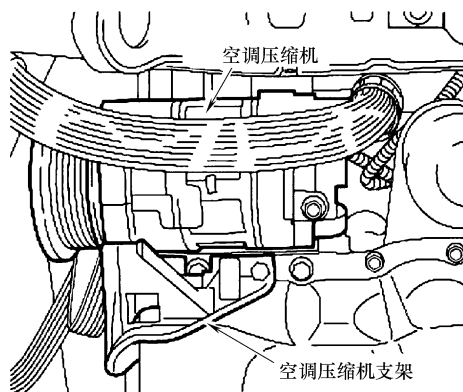

图 19-13 空调压缩机和支架识别
- 16) 拆卸空调压缩机底部支架，如图 19-13 所示。